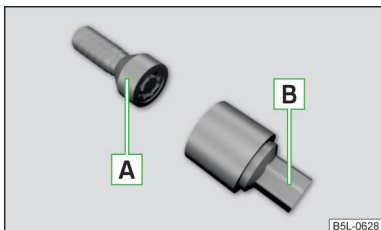

Fig. 177
- Introduzca el adaptador [B] » fig. 177 con su lado dentado hasta el tope en el dentado interior del tornillo de rueda antirrobo [A] de tal modo que ya sólo sobresalga el hexágono exterior.